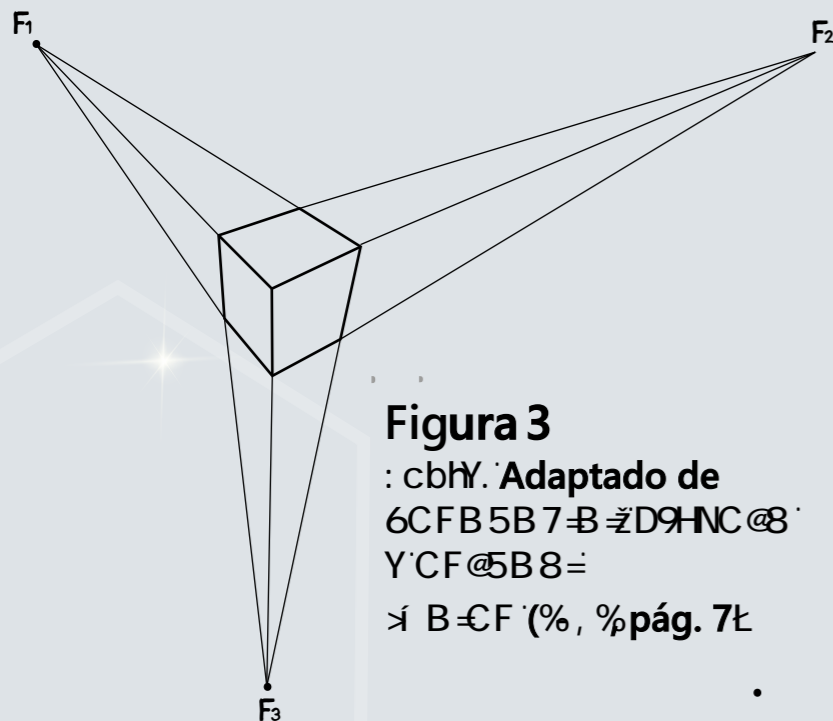
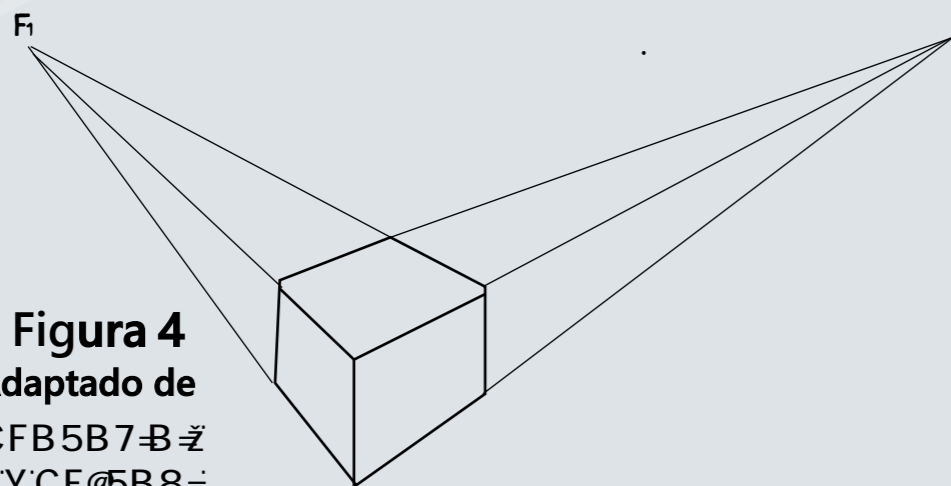

Figura 3
Figura 4
A) Perspectiva Cônica: É o sistema de projeção em que as linhas projetantes são oriundas de um ponto, gerando um cone. Existem perspectivas com três, com dois e com um ponto de fuga (**Figura 3**, **Figura 4** e **Figura 5**) (BORNANCINI, PETZOLD e ORLANDI JÚNIOR, 1981).